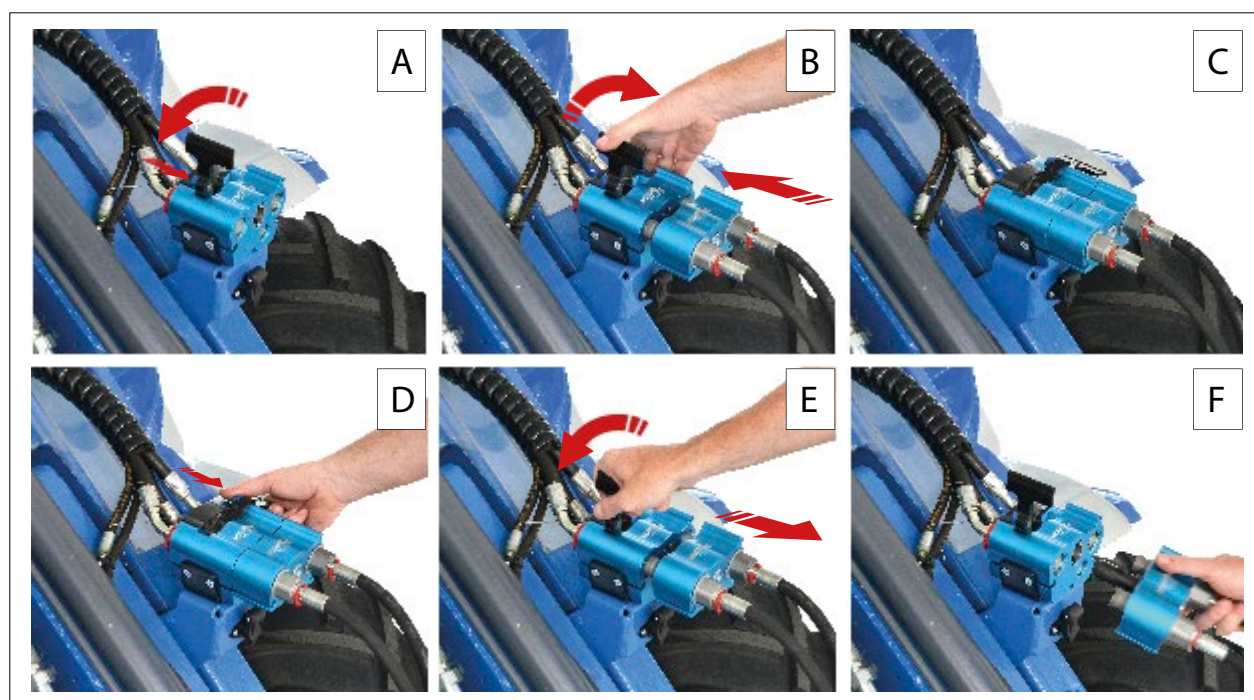

РИС. 31
Перед выполнением гидравлических соединений между машиной и навесным оборудованием (РИС. 31) необходимо сбросить остаточное давление в гидравлическом контуре машины. Для этого выполните следующие действия:
2) Нажмите кнопку блокировки (РИС. 30 – Сс. 2) на ручке замка и поднимите ручку замка (РИС. 30 - Сс. 3) в открытое положение (Рис. 31 – Сс. А).
4) Потяните стопорную ручку (РИС. 31 – Сс. В) вниз, зафиксировав панель адаптера в разьеме (РИС. 31 – Сс. С).
- 1) Нажмите кнопку блокировки (РИС. 31 – Сс. D) на ручке замка и поднимите ручку замка в открытое положение (РИС. 31 – Сс. E).
- 2) Отсоедините гидравлические трубки навесного оборудования от машины (РИС. 31 – Сс. F).